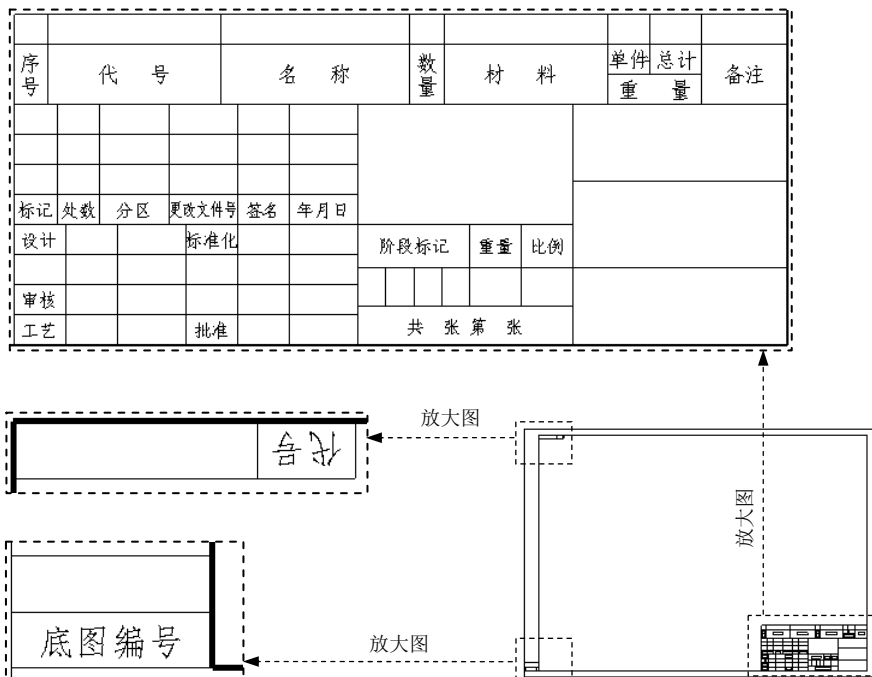

图 9.1.3 载入的 gb_a2.frm 页面
Step2. 在“页面设置”对话框中的格式下拉列表选取浏览选项，系统弹出“打开”对话框，在 D:\creo3.7\work\ch09.01 中选取格式文件“gb_a2.frm”，单击 打开 按钮，再单击“页面设置”对话框的 确定 按钮，系统载入预先设置好的页面，如图 9.1.3 所示。